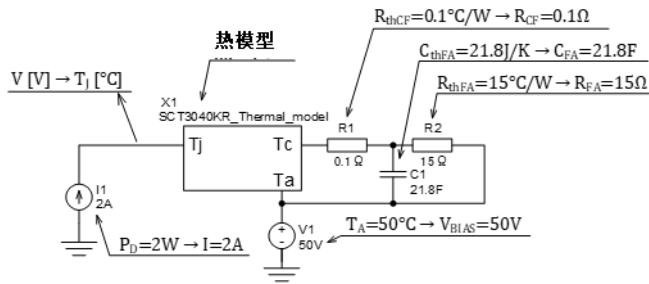
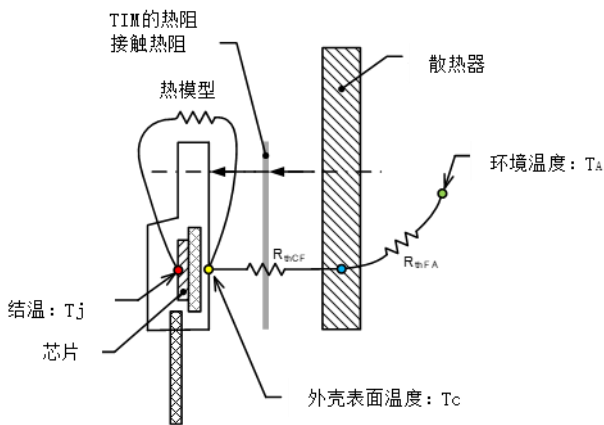

Figure 3. 仿真电阻的一例
Figure 4. 器件构成
接下来 Figure 3 代表仿真电路， Figure 4 代表器件构成。由公式 (1) (2) 可知，将器件的功耗 P_D 作为电流 I 施加到 T_j 端子上，再将周围环境温度 T_A 作为偏置电压 V_{BIAS} 施加到 T_a 端子上，由此便可以在 T_j 端子上得到了具有 RC 时间常数的电压。这个电压就是结温。另外，连接到 T_c 端子的电阻 R_1 代表外壳和散热器之间的热阻 R_{thCF} ， R_2 代表散热器和周围环境温度之间的热阻 R_{thFA} 。另外， R_{thCF} 中还包含有热界面材料 (TIM:Thermal Interface Material) 的热阻和接触热阻。另外 C_1 是散热器的热容量， R_2 和 C_1 构成散热器模型。